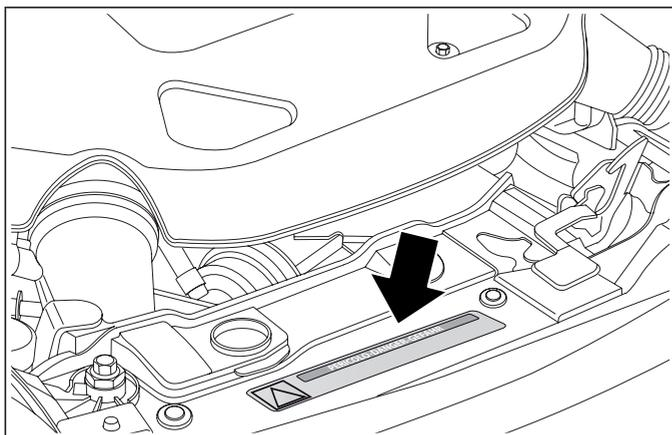

fig. 72
**Avant d'ouvrir le capot du moteur, s'assurer que le moteur du véhicule est coupé et que la clé de contact est sur STOP. Respecter les indications figurant sur la plaquette appliquée au niveau de la traverse avant fig. 72. Il est conseillé d'extraire la clé quand d'autres personnes se trouvent à bord du véhicule. Il ne faut jamais quitter la voiture sans emporter la clé de contact ou l'avoir tournée en position STOP. Pendant le ravitaillement en carburant, s'assurer que le moteur soit coupé et la clé de contact sur STOP.**